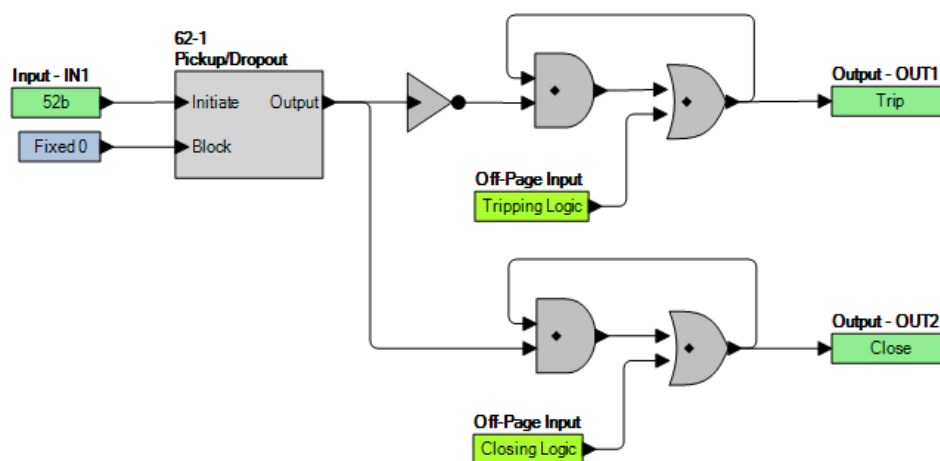

Figure 4-7. Diagramme logique de contact de sortie à verrouillage
Pour empêcher les contacts de relais de sortie de s'ouvrir prématurément, un retardateur (200 à 2 000 ms) peut être sélectionné via BESTCOMSPi.us. Si l'ingénieur de protection souhaite une logique à verrouillage avec le retour de la logique de position du disjoncteur, il/elle peut définir cette logique en modifiant la logique de la sortie de déclenchement. Pour ce faire, utilisez une des minuteries à usage général (62) et réglez-la au mode Enclenchement/Retombée (Pickup/Dropout). Réglez la logique de minuterie de manière à ce qu'elle soit initiée par l'entrée de position du disjoncteur et réglez la minuterie pour deux cycles d'enclenchement (pick up) et deux cycles de retombée (dropout). La même chose peut être effectuée pour la sortie de fermeture. La Figure 4-7 fournit un diagramme logique de verrouillage.